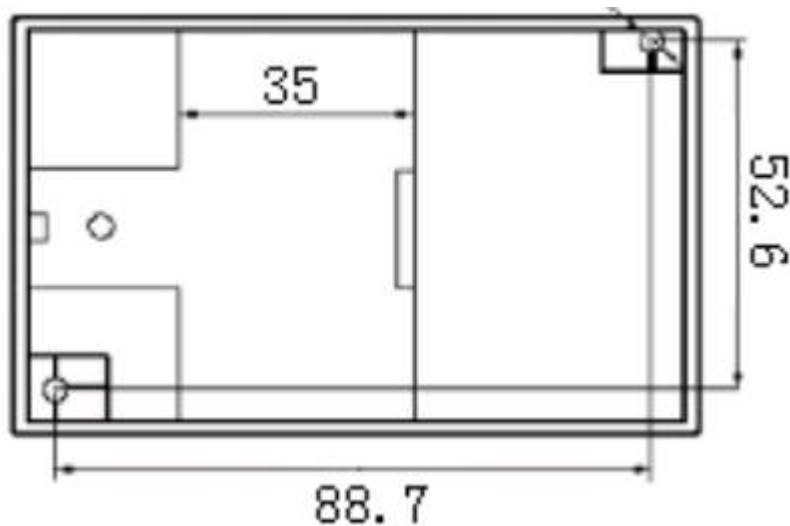

图 3:SK 外形安装尺寸图
产品采用 DIN35 导轨式安装或螺钉固定安装，其安装尺寸 如图 3 所示(单位 mm)。
- ① 按图 3 所示的螺孔位置在固定板上打直径为 4mm 孔；
- ② 使用小于  $\Phi 3.5$  的螺钉插入孔中固定。